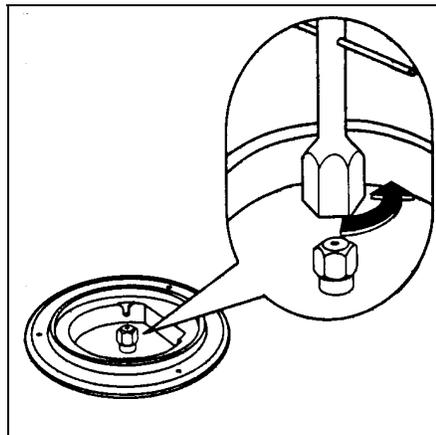

fig. 23
3. Avec une clé à douille de 7, dévissez les injecteurs (fig. 23) et remplacez-les par ceux convenant au type de gaz utilisé (voir tableau n°2).